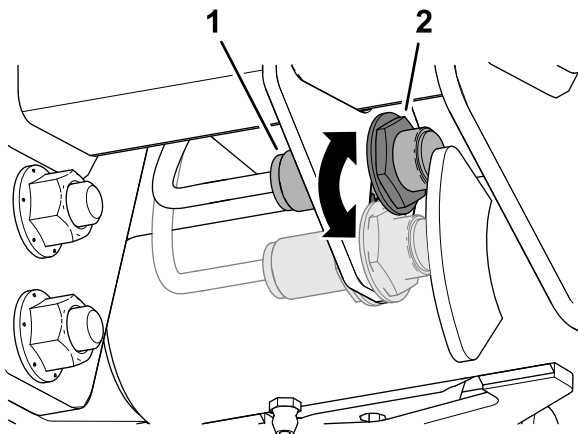

Figura 86
3. Desaperte a porca de retenção que fixa o interruptor do braço de elevação à placa do interruptor (Figura 86).